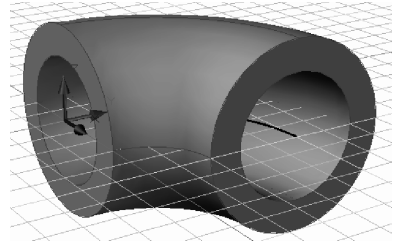

Fig. 9.36 Generarea porțiunii curbe a modelului
- Se generează porțiunea curbă a modelului – vezi Fig. 9.36. Pentru aceasta, se trece pe stratul **Solid**. Apoi, din grupul de comenzi **3d Make** al panoului **Dashboard**, se selectează Sweep.